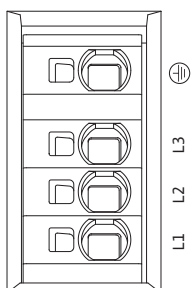

Fig. 33: Stezaljke za jaku struju (mrežne priključne stezaljke)
- Stezaljke za jaku struju (mrežne priključne stezaljke) (Fig. 33)